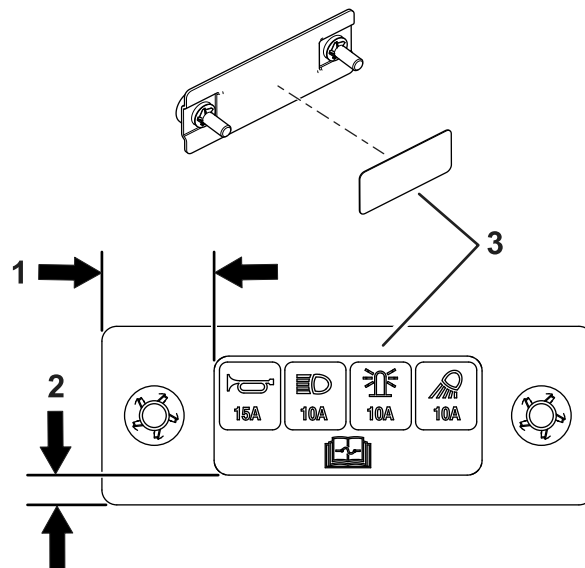

Figure 11
12. Apposez l'autocollant sur le couvercle du porte-fusibles, comme montré à la Figure 11.